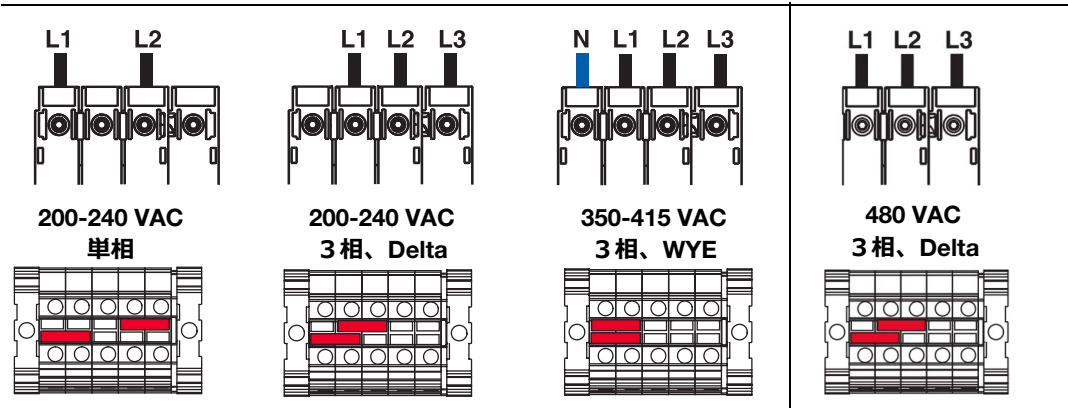

図 7: 端子ジャンパーおよび位置
- 4. 接地ワイヤを接地端子 (GT) に接続します。
- 5. 電源コードを図のように接続します (図 7参照)。すべての接続部分を、適切に固定されているか確認するため、そっと引っ張ります。
- 6. ストレインリリース (SR) を締めます。